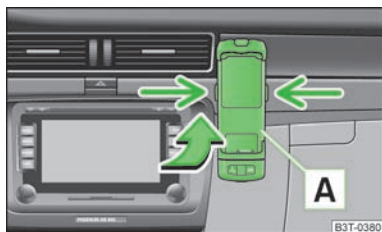

Fig. 130
- Poussez d'abord l'adaptateur **A** dans le sens de la flèche » fig. 130 jusqu'en butée dans le support. Appuyez ensuite légèrement sur l'adaptateur pour qu'il s'enclenche.
- Appuyez simultanément sur les verrouillages latéraux du support » fig. 130 et extrayez le téléphone avec l'adaptateur.